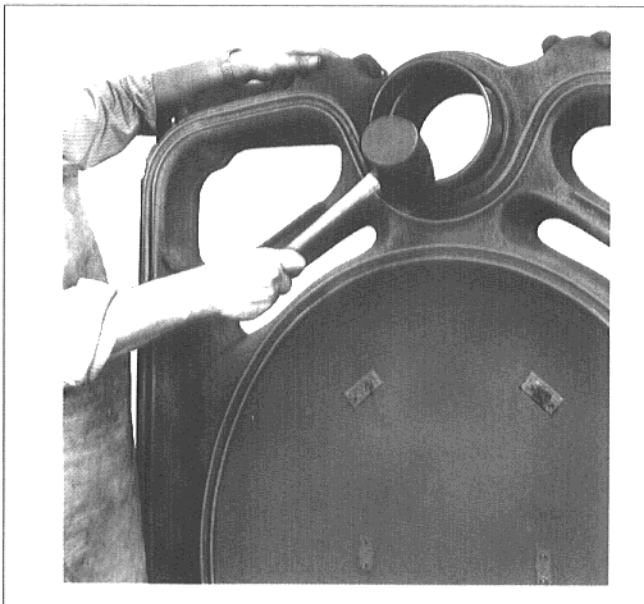

Fig. 13
- Nippelen (størrelse 181/70) settes rett inn i øvre og nedre nav på bakelementet og slås kryssvis inn med lette hammerslag (tre- eller hardgummihammer) (fig. 13).